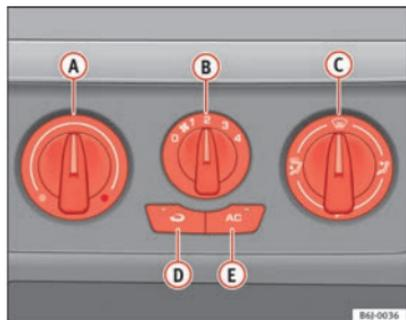

Fig. 95 Sur la planche de bord : éléments de commande du climatiseur
- Désactivez le système de refroidissement avec la touche → fig. 95 **AC** (le témoin de la touche s'éteint).
Le mode recyclage de l'air ambiant  $\Rightarrow$  fig. 95  (le témoin intégré à la touche est allumé) empêche les fortes odeurs ambiantes (qui peuvent par exemple se dégager lors de la traversée d'un tunnel ou dans un bouchon) de pénétrer dans l'habitacle.